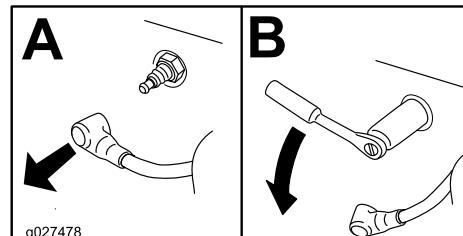

Figura 51
4. Retire la bujía (Figura 51).